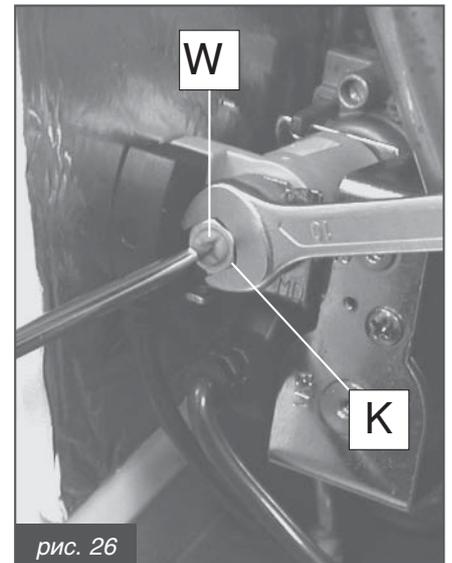

рис. 26
- вращая гайку K (внешнюю) ПО ЧАСОВОЙ СТРЕЛКЕ, давление на форсунке увеличивается; вращая ее ПРОТИВ ЧАСОВОЙ СТРЕЛКИ, давление на форсунке уменьшается (рис. 26);
- удерживая в фиксированном положении гайку K, посредством ключа на 10, вращать винт W ПО ЧАСОВОЙ СТРЕЛКЕ, для увеличения давления; ПРОТИВ ЧАСОВОЙ СТРЕЛКИ, для уменьшения значения давления (рис. 26);